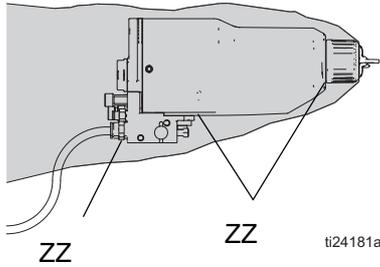

FIG. 20. Akışkan Sızıntısını Kontrol Etme
Çalışma sırasında, tabanca tabakasının (ZZ) tüm açıklıklarını akışkan varlığı yönünden kontrol edin. Bkz. FIGURE 20. Bu alanlardaki akışkan tabaka sızıntısını gösterir, bu ise akışkan boru bağlantılarındaki sızıntılardan veya akışkan keçesi sızıntısından kaynaklanabilir.